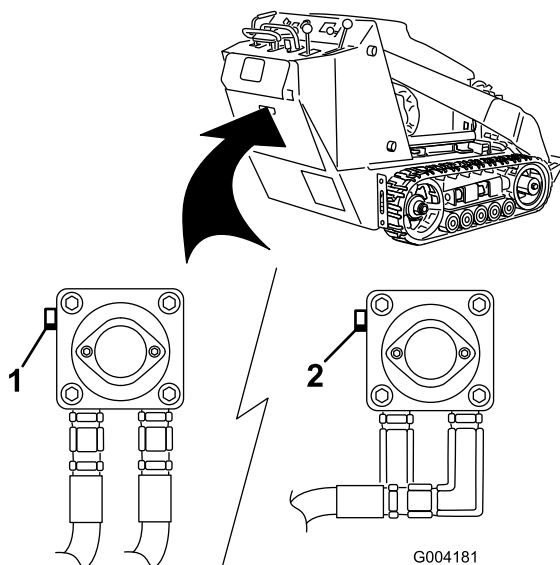

Figura 23
3. Usando una llave inglesa, gire las válvulas de remolcado de las bombas hidráulicas dos vueltas en el sentido contrario a las agujas del reloj (Figura 23).